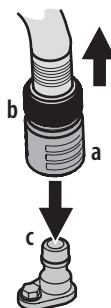

Figure 18
3. Tirez sur le collier d'arrêt (a) de l'adaptateur (b) pour retirer l'adaptateur (b) de l'embout du système de nettoyage du plateau de coupe (c). Relâchez le collier d'arrêt pour fixer l'adaptateur sur l'embout du système de nettoyage du plateau de coupe. Voir Figure 18.